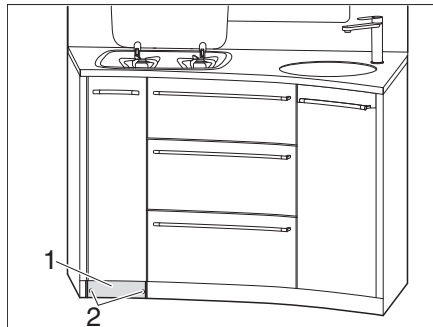

Bild 114 Skruva av sockel
- Skruva av 2 skruvar (Bild 114,2) på sockeln (Bild 114,1).
- Ta av sockeln (Bild 114,1).